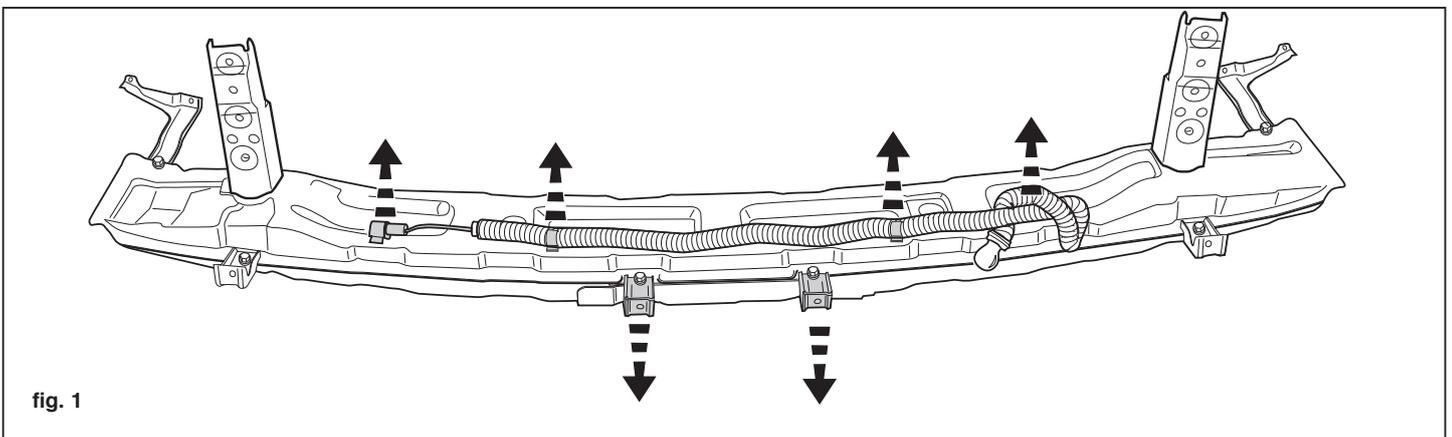

fig. 1
1. Remove the towing eyes on the left and right-hand sides. Remove the bumper, including the inner fittings, after first removing the rear fog lights. Do not forget about the wiring. Remove the steel inner fittings from the bumper (also remove polystyrene). Loosen the rear fog light wiring from the steel inner fittings. Dismount the two supports from the steel inner fittings. See figure 1. The towing eyes - as well as the steel inner fittings - will not be replaced.
1. Links und rechts die Schleppöse entfernen. Die Stoßstange einschließlich Innenverkleidung abmontieren. Zu diesem Zweck erst die Nebelrückleuchten abmontieren. Denken Sie an die Verkabelung. Die Stahlinnenverkleidung aus der Stoßstange entfernen (Polystyren auch abnehmen). Die Verkabelung für die Nebelrückleuchten von der Stahlinnenverkleidung entfernen. Die zwei Halterungen von der Stahlinnenverkleidung entfernen. Siehe Abb. 1. Die entfernten Schleppösen und die Stahlinnenverkleidung werden nicht mehr benötigt.
1. Zdemontować uchwyty holownicze z prawej i z lewej strony. Zdemontować zderzak wraz z obudową wewnętrzną. W tym celu należy zdemontować światła przeciwmgielne uważając na połączenia przewodów. Zdemontować stalowe wzmocnienie zderzaka jak również polistyrenowe. Zdjąć okablowanie tylnych świateł przeciwmgielnych ze stalowego wyposażenia wewnętrznego. Zdjąć dwa wsporniki ze stalowego wyposażenia wewnętrznego. Patrz rysunek 1. Uchwyty te i wzmocnienie stalowym nie będą ponownie wykorzystywane.
1. Avlägsna bogseringsöglan till höger och vänster. Demontera kofångaren inklusive innanmätet. Härvid måste dimbakklysen demonteras. Tänk på kablarna. Demontera stötfångarens innanmäte av stål (avlägsna även polystyrenet). Ta loss ledningarna till det bakre dimljuset från den invändiga stålanordningen. Ta loss de två fästena från den invändiga stålanordningen. Se fig.1. Bogseringsöglan och innanmäte av stål förfaller.
rens stålundersida. Lös de två stötte från stålundersidan. Se fig. 1. De demonterade slæbeøjne og stålundersiden anvendes ikke mere.